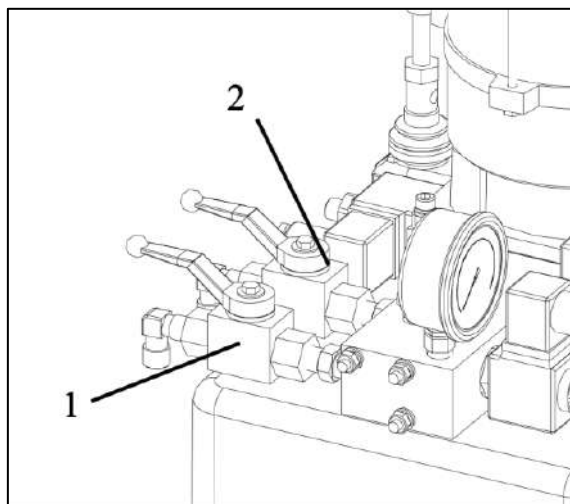

Fig. 10 - Inkörning och luftning av lyft
8. Vrid knappen "MAIN/JACK" (fig. 9-1) till positionen . Öppna toppen av kontrollboxen och vrid knappen "ADJ/WORK" (fig. 9-2) till positionen "WORK". Öppna fronten av kontrollboxen och stäng de två kulventilerna (fig. 10).
17. Stäng kulventilen (B) på pumpenheten (fig. 10).
20. Vrid knappen "ADJ/WORK" till positionen "ADJ". Öppna sedan ena kulventilen (C).
22. Stäng kulventilen (C) och vrid knappen "ADJ/WORK" till positionen "WORK".